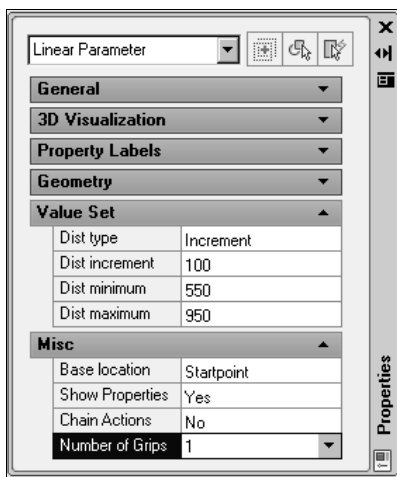

Рис. 17.7. Присвоение линейных значений в окне свойств **Properties**
4. Присвойте линейному параметру минимальное и максимальное значение и приращение длины, для чего выберите параметр и в окне **Properties** (Свойства) перейдите в поле **Value Set** (Набор значений) (рис. 17.7) и задайте в нем следующие величины: